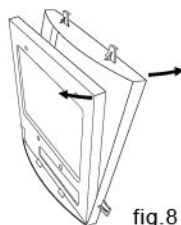

fig.8
- **FITTING NEW CARTRIDGE** (See fig.8).